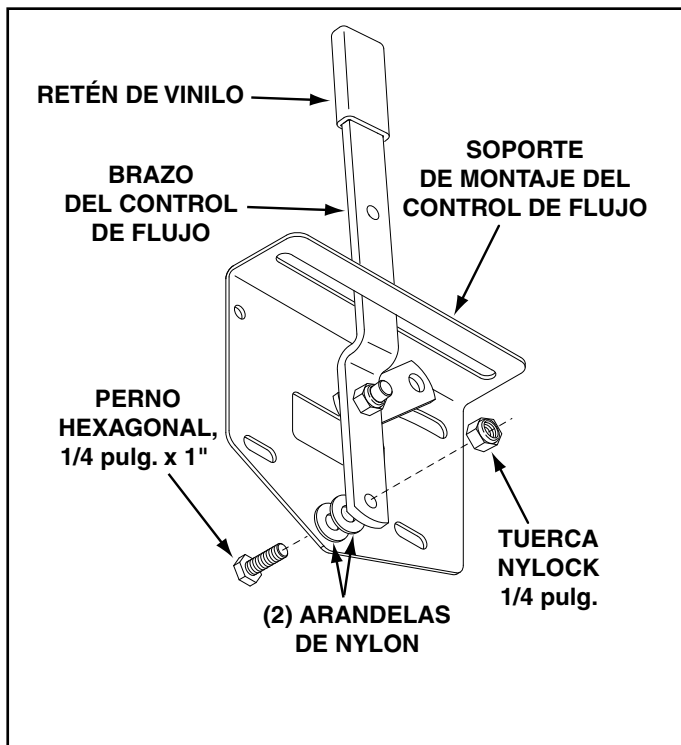

FIGURA 7
15. Monte el brazo del control de flujo en el soporte de montaje del control de flujo usando un perno hexagonal de 1/4 pulg. x 1 pulg., dos arandelas de nylon y una tuerca Nylock de 1/4 pulg., como se muestra en la Figura 7. **Apriete con cuidado.** El brazo del control de flujo debe quedar bien embonado, pero debe girar con muy poca resistencia.
16. Ensamble el retén de vinilo. Véase la Figura 7.